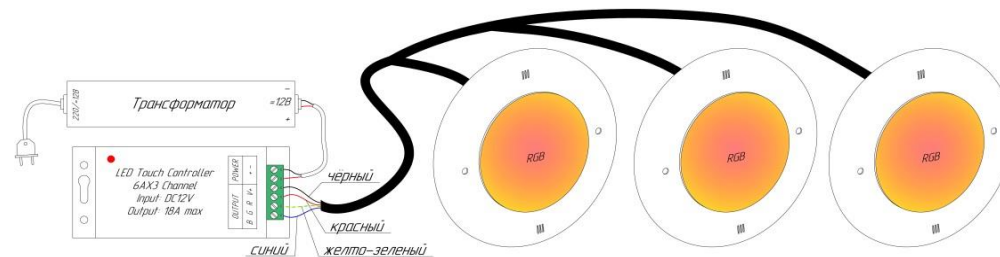
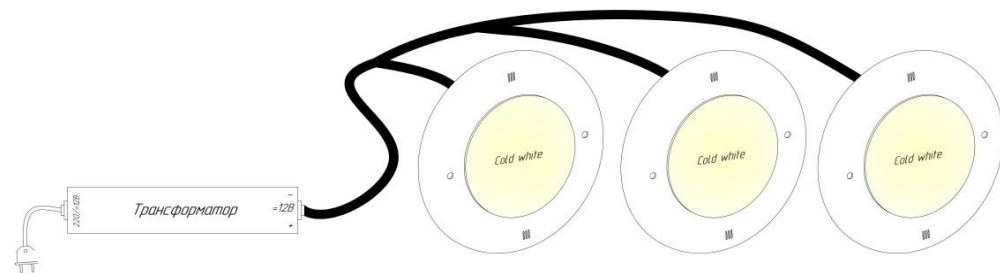

Рис.2 Подключение прожектора мини светодиодного RGB =12В (арт. P11-14, P11-14L)
Рис.3 Подключение прожектора мини светодиодного «Холодный» белый, =12В (арт. P11-14.1, P11-14.1L)
5.4. Подключить прожектор согласно приведенной электрической схеме рис. 2 для арт. P11-14, P11-14L, рис. 3 для арт. P11-14.1, P11-14.1L.